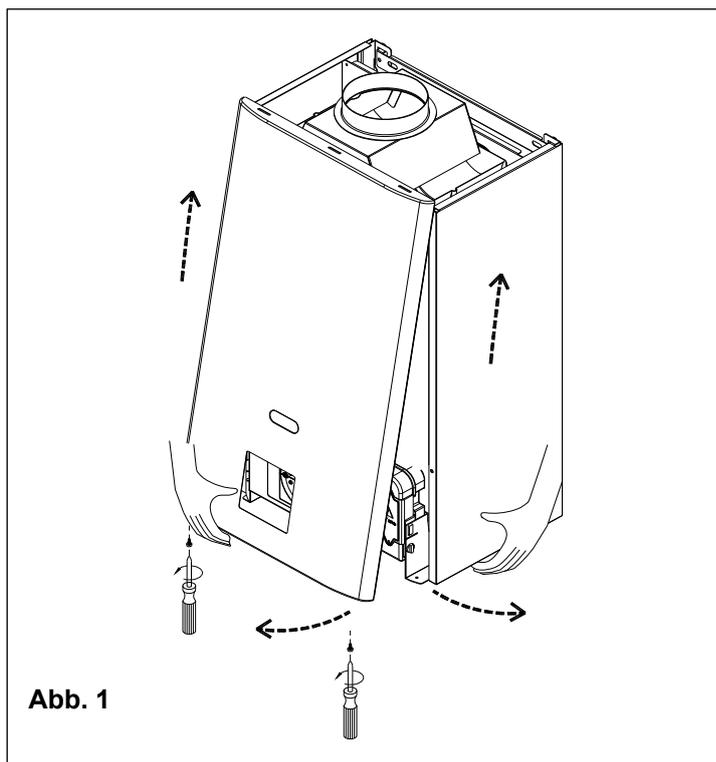
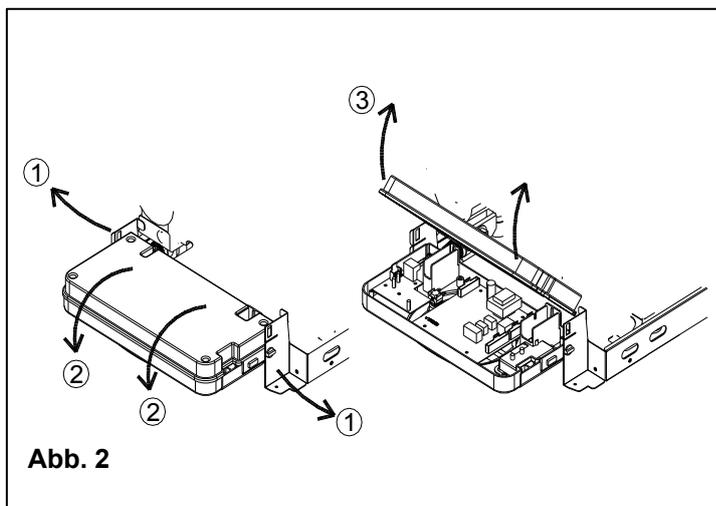

Abb. 1
Abb. 2
- Den unteren Teil der Platte greifen und herausziehen (siehe Abb. 1) und anschließend nach oben ziehen (siehe Abb. 2).
- Die Frontabdeckung entfernen (siehe Abb. 1 und Abb. 2).